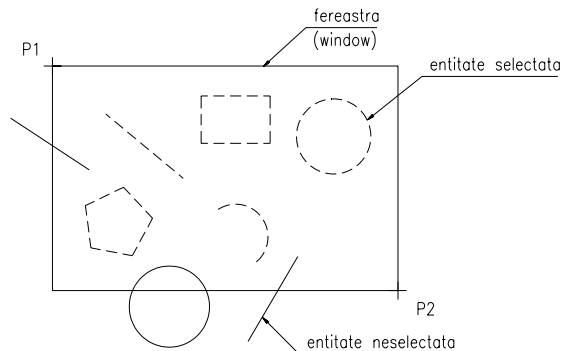

Fig. 1.8
- Window*** – obiecte în cadrul unei ferestre (fig. 1.8)